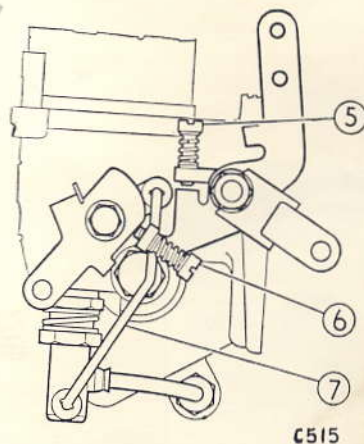

Fig. 73
1. Staccare l'asta fra la leva e la testa del getto (7, Fig. 73).
6. **Registrazione del collegamento tra getto e farfalla** (Fig. 73)